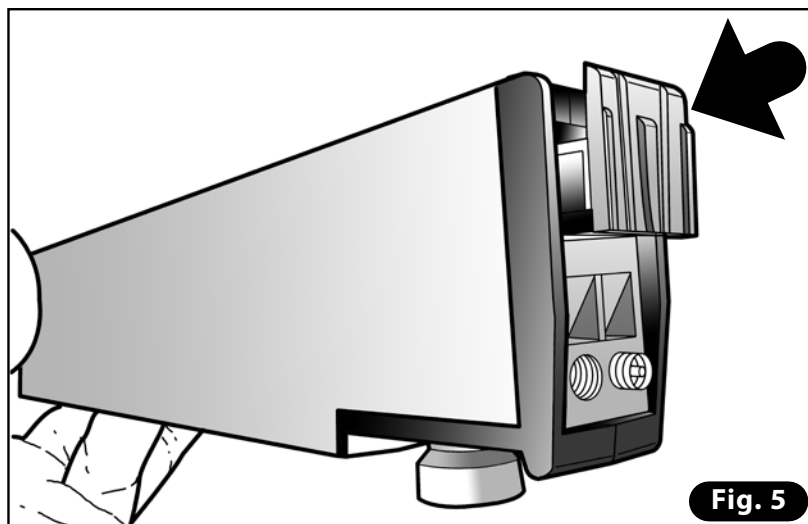

Fig. 5
- 5) Sfilare la vecchia resistenza, prestando attenzione a mantenere i due pressori in ottone e relative molle, nelle loro sedi (**Fig. 5**).